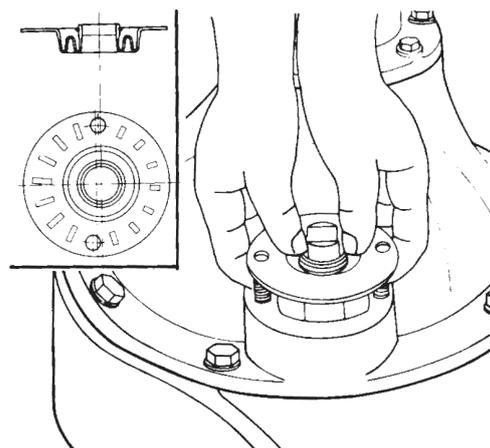

Figura 80
- Posicione o diafragma e a mola de retenção na haste do garfo (Figura 80);